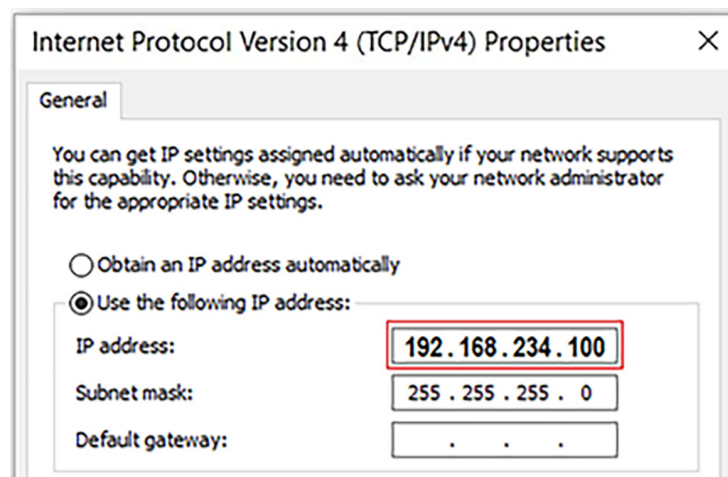

Figura 8.1: Propiedades del USB Device emulando un puerto Ethernet
- 3) En las propiedades del Protocolo IPV4, definir el IP como estático, dentro de la misma red (ej.: **192.168.234.100**) conforme la Figura 8.1 de la página 8-1.